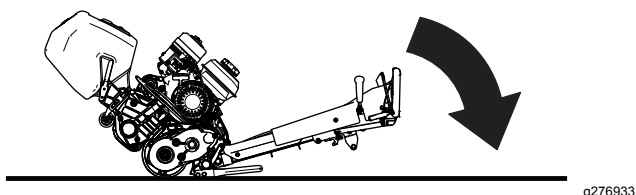

Рисунок 7
2. Обеспечьте доступ к режущему блоку, опустив рукоятку тягового блока на землю (Рисунок 7).